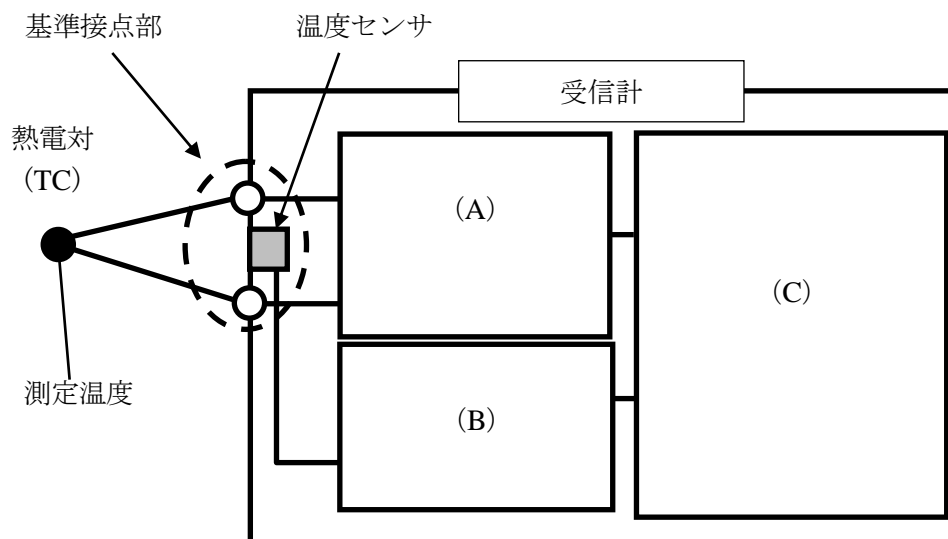

図1 - 基準接点補償の構成図
なお、基準接点の+、-間を短絡すると、測定温度としては基準接点部の温度が得られることになる。（図1の(C②)項の式における $E_1 = 0$ に相当）
基準接点補償の構成を図1に示す。